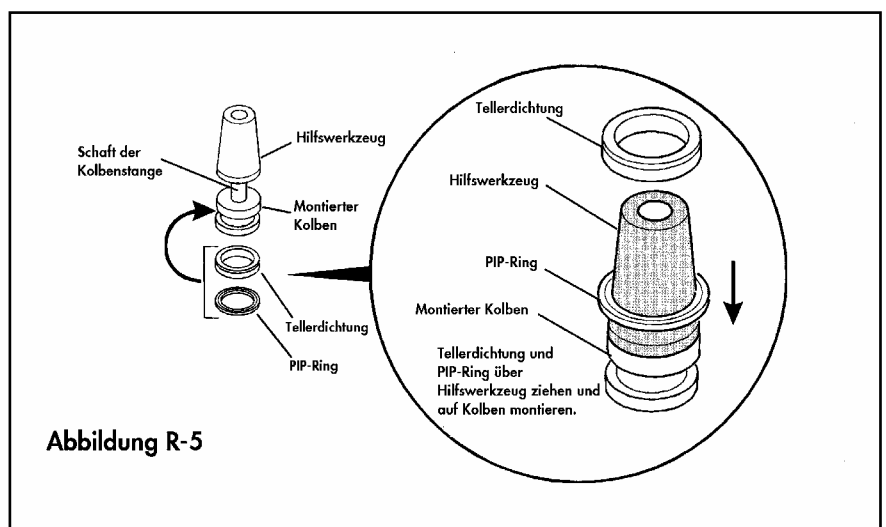

Abbildung R-5
1. Abb. R-5 zeigt, wie der neue PIP-Ring und die neue Tellerdichtung mit Hilfe des Hilfswerkzeuges auf den Kolben aufgebracht werden. Positionieren Sie den Kolben mit dem weissen Kunststoff nach unten auf eine ebene Oberfläche. Ziehen Sie das Hilfswerkzeug mit dem grösseren Durchmesser voran über die Kolbenstange. Fetten Sie die neue Tellerdichtung und den neuen PIP-Ring sowie das Hilfswerkzeug leicht ein. Mit der gerillten Seite nach oben zeigend, ziehen Sie den PIP-Ring über das Werkzeug und in die Rille des Kunststoffkolbens. In gleicher Weise montieren Sie die Tellerdichtung, aber mit der Rille nach unten zeigend. Entfernen Sie das Hilfswerkzeug anschliessend wieder von der Kolbenstange.